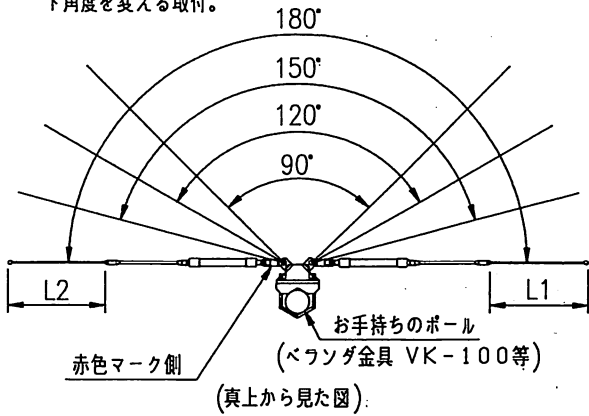

図1. ポールに水平に取付けて、放射素子の角度を変えた図
① 図1の180°に広げて取付けた場合 (十分に障害物から離れている場合) まず、7MHz、21MHzの調整エレメント寸法表を見てL1及びL2の長さでそれぞれ固定します。取付状態により中心周波数がずれるため次の調整が必要な場合があります。